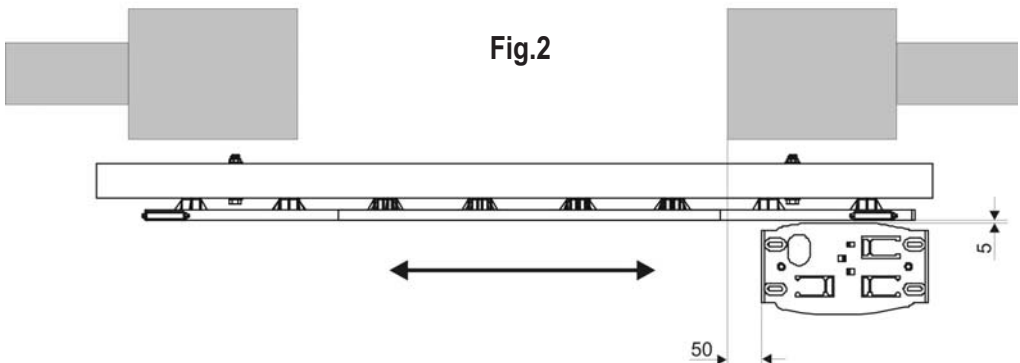

Fig.3
- Placer la plaque d'ancrage sur la base de béton, tout en respectant les cotes rapportées dans les fig. 2 et fig. 3.
- Couler le béton dans le creusement et placer la plaque d'ancrage en respectant les cotes rapportées dans les fig. 2 et fig. 3.